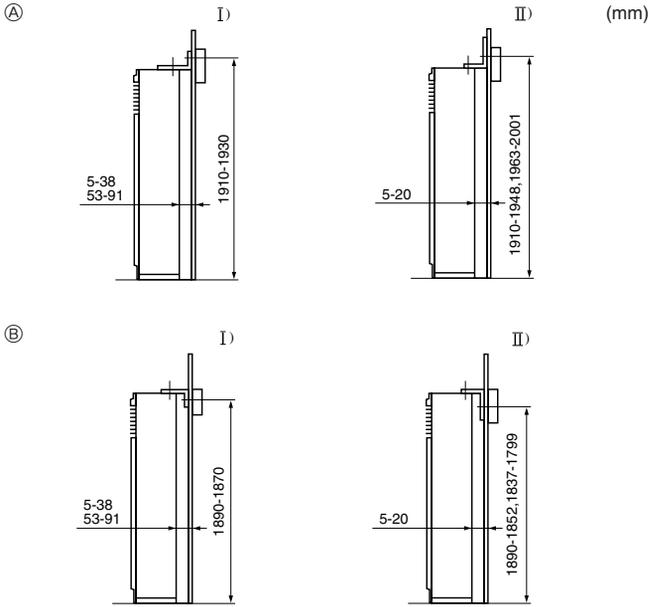
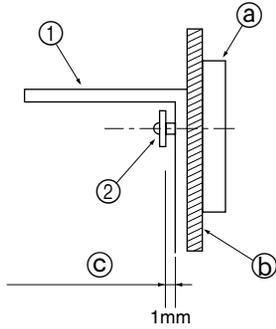

Fig. 3-3
Fig. 3-4
① Devrilmeyi önleyen braket
Devrilmeyi engelleyen köşebent ①, ünitenin üst yüzeyine takılır. Kılavuz vidaları ② çıkartın ve şekilde gösterildiği gibi köşebendi yeniden takın. Doğru takma mesafeleri için, Fig. 3-3'e bakınız.
- Ⓔ Vidayı ② çıkartın ve ızgarayı çıkartmak için ileriye doğru çekin.
3.3. Devrilmeyi engelleyen köşebendin montajı (Fig. 3-3)
- (A) Braket yukarı bakar
- (B) Braket aşağı bakar
- İlk olarak köşebendi duvara monte edin ve daha sonra köşebent yukarı ve aşağıya doğru hareket edebilecek şekilde vidaları sıkıştırın. (Fig. 3-4)
- ① Devrilmeyi engelleyen köşebent
- ② Kılavuz vida
- ③ Friz
- ④ Duvar yüzeyi malzemesi
- ⑤ Yaklaşık 1 mm'lik aralık